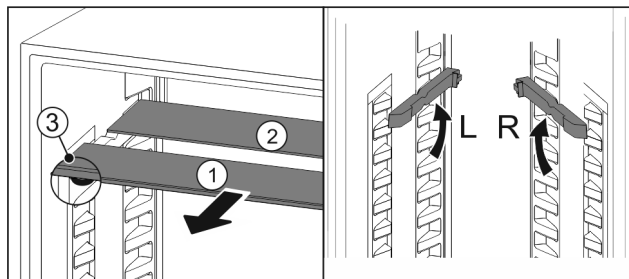

Fig. 163
- Издърпайте Fig. 163 (1) поотделно стъклените плочи напред.
- Стъклената плоча Fig. 163 (1) с декоративната лайсна е отпред.
- Ограничителите Fig. 163 (3) сочат надолу.